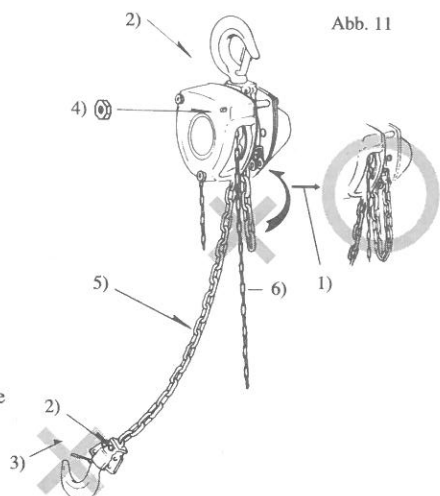

Abb. 11
10) Führe vor dem Betrieb des Kettenzuges eine Regelinpektion durch. Siehe die tägliche Inspektion und Abb. 11.